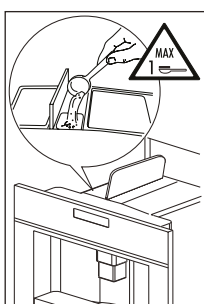

Abb. 26
- Klappen Sie den Deckel in der Mitte auf, geben Sie einen Messlöffel vorgemahlenen Kaffee in den Pulverschacht (Abb. 26), schieben Sie das Gerät zurück und gehen Sie wie im Abschnitt „KAFFEEBEREITUNG MIT KAFFEEBOHNEN“ erläutert vor.